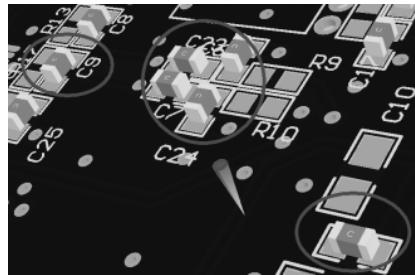

图 6-54 3D PCB 设计效果图
(5) 同样，存储制作好的 3D 封装库，更新此库到 PCB 中，切换到 3D 视图，即可查看制作的 3D 效果，如图 6-54 所示。